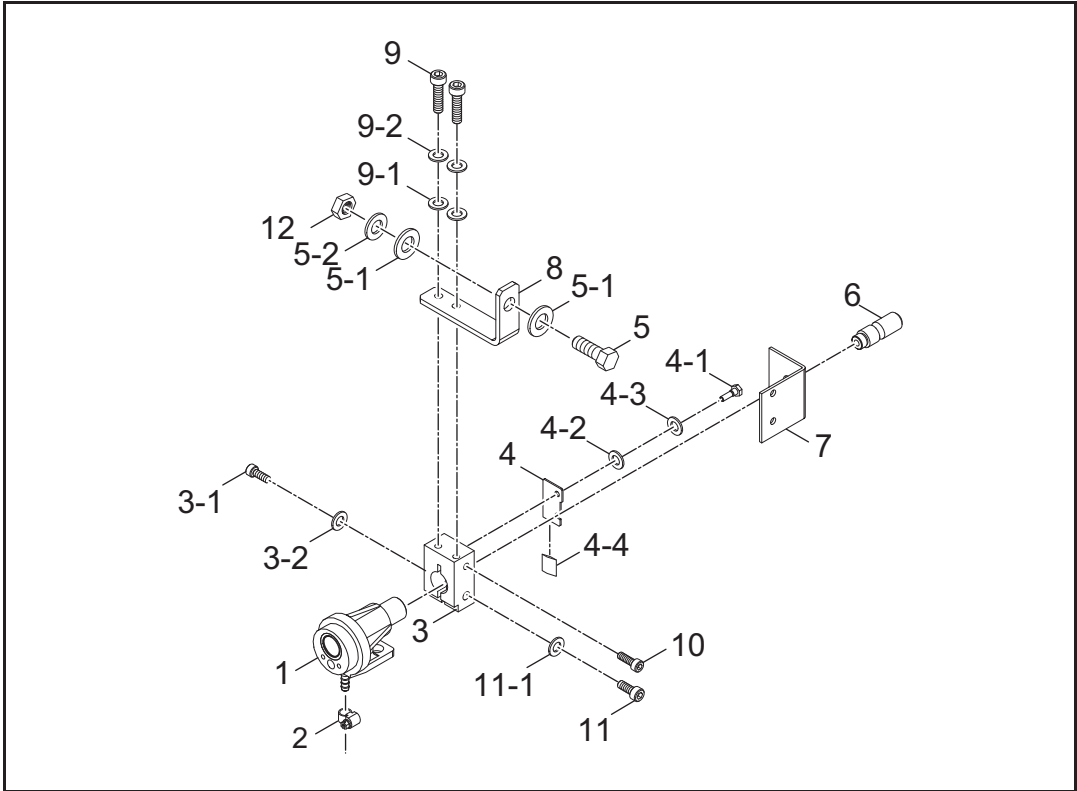
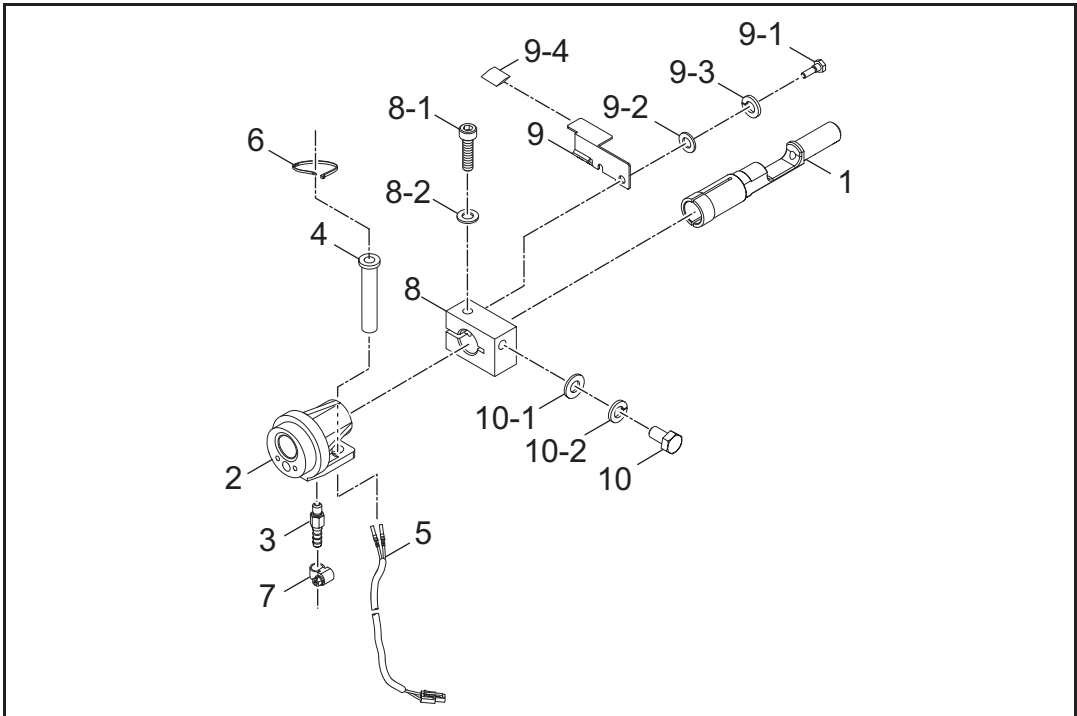

図 13-1 (旧) セントラルアダプタ分解図 (K5990D00)
図 13-2 (新) セントラルアダプタ分解図 (U30105D00)
9.13. セントラルアダプタ (図 13-1、図 13-2)